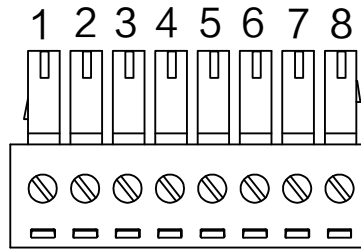

图2-5 8-pin 端子
- 线缆中与接口其他管脚对应部分引线已做成 8-pin 端子，如图 2-5 所示。各管脚信号定义请见表 2-3，可根据实际使用需求对应 IO 接口自行接线。